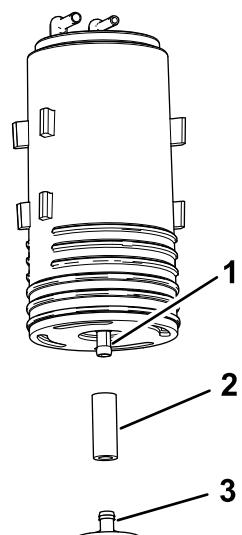

図 47
4. 外したカーボンキャニスタの下側のフィッティングからフィルタと短いホースを取り外す図 47。
5. 新しいカーボンキャニスタの下側フィッティングに、ホースを接続する図 47。
6. ホースに、新しいカーボンキャニスタのフィッティングを取り付ける図 47。